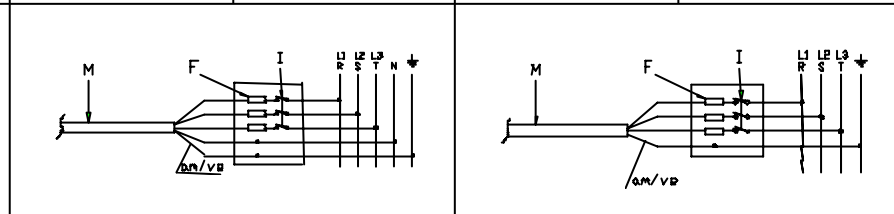

Figura 13
- Colocar en la toma de red, un interruptor general (I) independiente al aparato cuya distancia entre contactos sea igual o superior a 3 mm. (Figura 13), así como un interruptor diferencial de 300 mA.